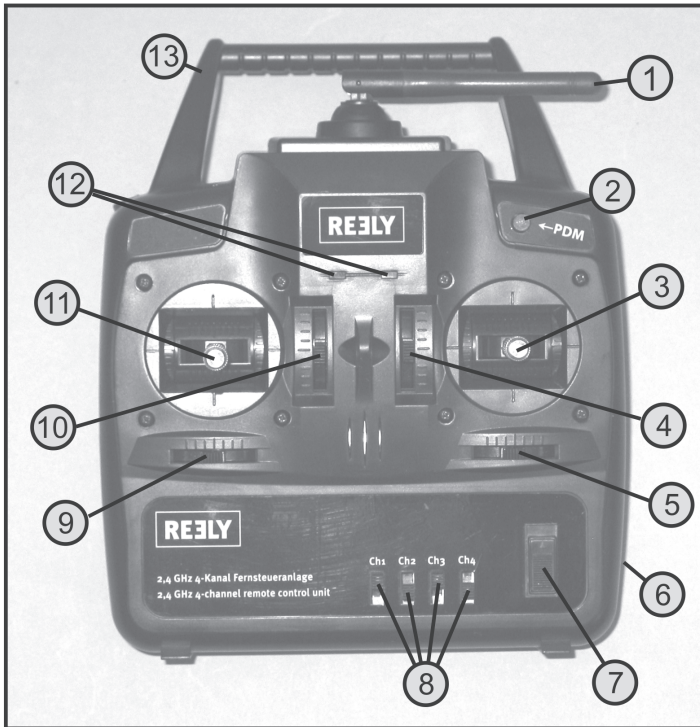

Figure 3
Orientez l'antenne de l'émetteur (voir Figure 3, Pos. 1) sur le côté de sorte que l'antenne soit à 90° par rapport à la ligne de jonction télécommande/modèle réduit. Vous obtenez ainsi une transmission du signal optimale. Évitez de pointer l'extrémité de l'antenne sur le modèle réduit.
Une fois les batteries chargées ou les piles insérées, allumez à titre d'essai l'émetteur au moyen de l'interrupteur marche/arrêt (voir figure 3, n° 7). La DEL rouge s'allume en premier (voir Figure 3, Pos. 12) pour l'affichage de l'alimentation, puis juste après la DEL verte en cas de fonction Binding correcte entre l'émetteur et le récepteur. Les deux DEL signalent le bon fonctionnement de l'émetteur.
Mettez l'émetteur en service et raccordez la batterie de propulsion (4) sur le connecteur protégé contre l'inversion de polarité (5) du régulateur de vol. Le levier de commande pour la fonction moteur (voir Figure 3, Pos. 11) doit être en position inférieure.
Si, sur l'émetteur, vous déplacez le levier de commande de la gouverne de profondeur et de l'aileron (voir Figure 3, Pos. 3) vers le haut et le bas, la gouverne de profondeur (6) doit braquer vers le bas et le haut.